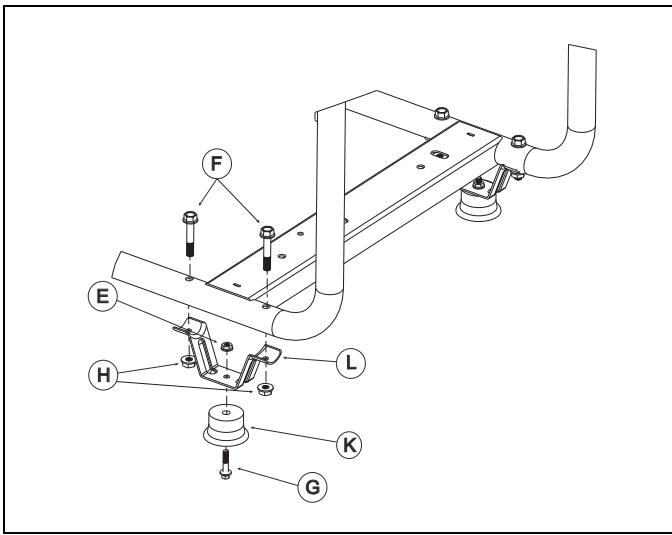

Figura 2-2. Conjuntos de pie de bastidor
1. Instale los conjuntos de pies del bastidor como se muestra (Figura 2-2).
- Deslice los pernos de cabeza hexagonal M8 (F) a través de los agujeros en el riel del bastidor.
- Deslice el pie de bastidor (L) sobre los pernos de cabeza hexagonal. Luego instale las contratuerzas embridadadas (H). Apriete firmemente usando un trinquete, el casquillo de 12 mm y la llave de 12 mm.
- Deslice el perno hexagonal M6 (G) a través del pie de caucho (K) y pie de bastidor (L). Luego instale la tuerca hexagonal embridada M6 (E). Apriete firmemente usando la llave y el casquillo de 10 mm.